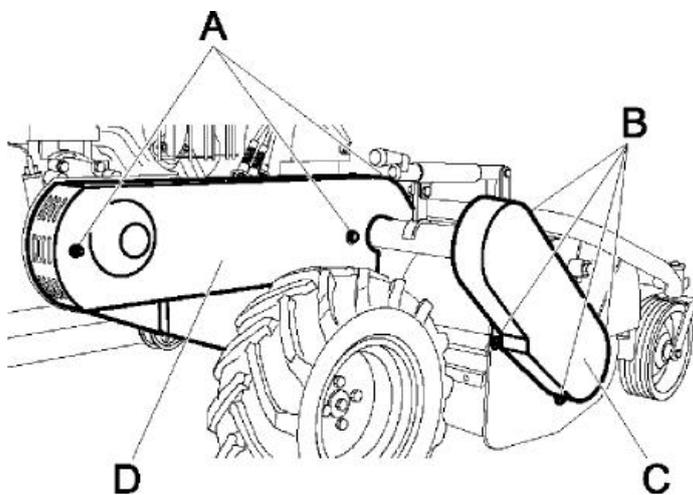

Figure 9
- Enlever la protection (Fig. 9 Réf.C), en dévissant et en enlevant les vis indiquées figure 9 Réf. B
Pour accéder à la zone dans laquelle sont situés les courroies de transmission et le dispositif de réglage du frein rotor, il est nécessaire d'enlever la protection (Fig. 9 réf. D) puis de dévisser et d'enlever les vis indiquées figure 9 Réf. A
- Les carters de protection des courroies (Fig. 9 Réf. D et C) et les protections de la lame (Fig. 1 Réf. H) doivent toujours être installés correctement et être en bon état. En cas de détérioration, les réparer avant de réutiliser la machine.
- Nettoyer l'intérieur du carter de protection courroie (Fig. 9, Réf. D) avec un jet d'air.